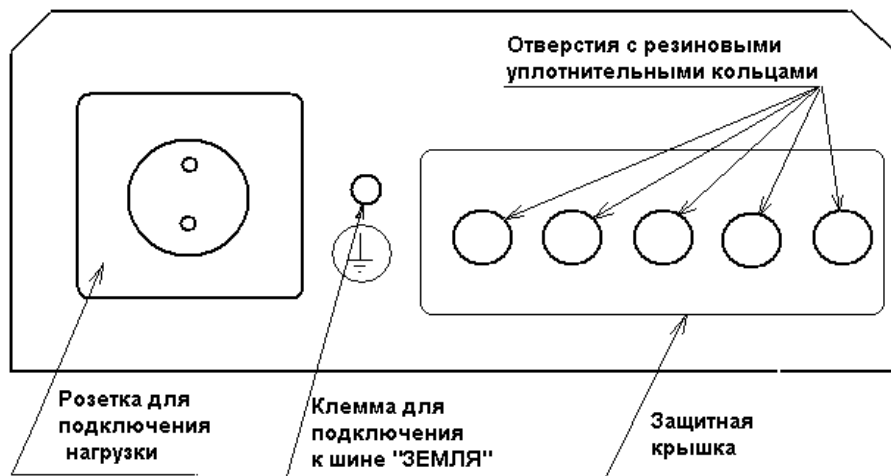

Рисунок 4.2 Нижняя панель АБП
На нижней панели (рисунок 4.2) расположены:
6.4.6 Введите кабели для подключения аккумуляторов, сети и нагрузки через отверстия с резиновым уплотнительным кольцом в нижней защитной крышке (см. рис.4.2), при необходимости отвернув два винта.